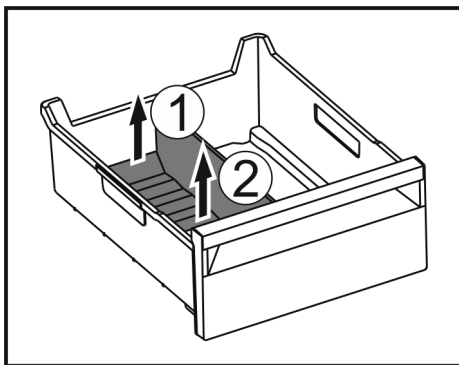

Fig. 211
- Ngrini lart pjesën e pasme të ndarësit të sirtarit të akullit. Fig. 211 (1)
- Hiqeni ndarësin e sirtarit të akullit nga lart. Fig. 211 (2)